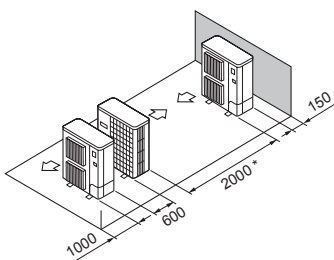

Fig. 2-17
- ⑤ Disposition pour un seul appareil parallèle (Fig. 2-17)